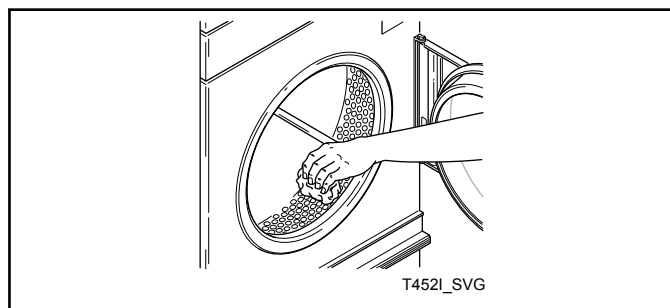

Figure 14
10. Essuyer le cylindre avec un nettoyant ou un détergent universel et une solution aqueuse. Se reporter à la *Figure 14*.